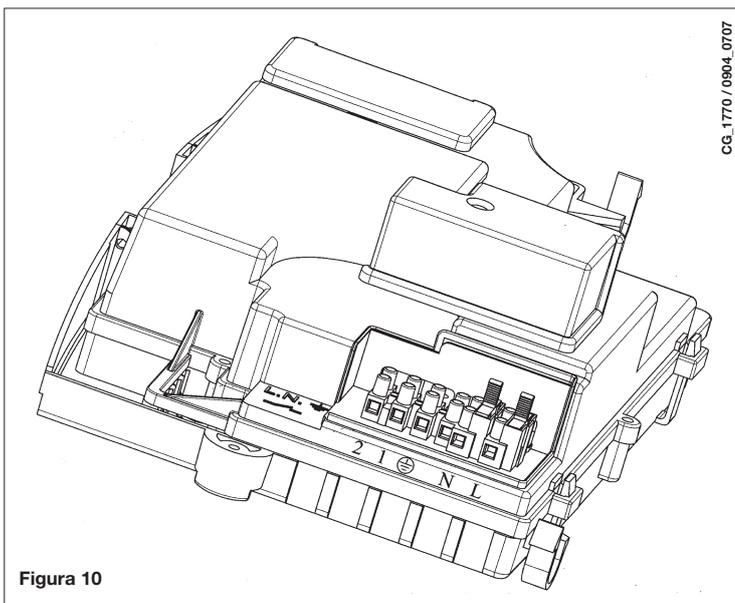

Figura 10
- togliere il coperchio ed accedere alla zona collegamenti elettrici (figura 10).
- accedere alla morsettieria di alimentazione (figura 10);
- togliere il ponticello presente sui morsetti (1) e (2);